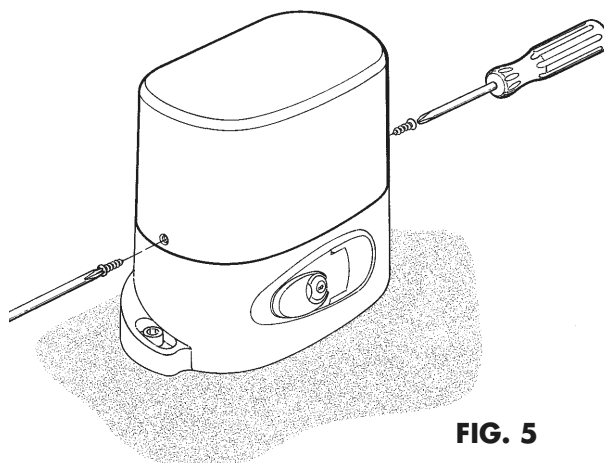

FIG. 5
Togliere il coperchio svitando le viti (Fig. 5).
Remove the cover unscrewing the screws (Fig. 5).
Enlever le couvercle en dévissant les vis (Fig. 5).
*Die Schrauben lösen und den Deckel abnehmen (Abbildung 5).
Quitar la tapa destornillando los dos tornillos (Fig. 5).